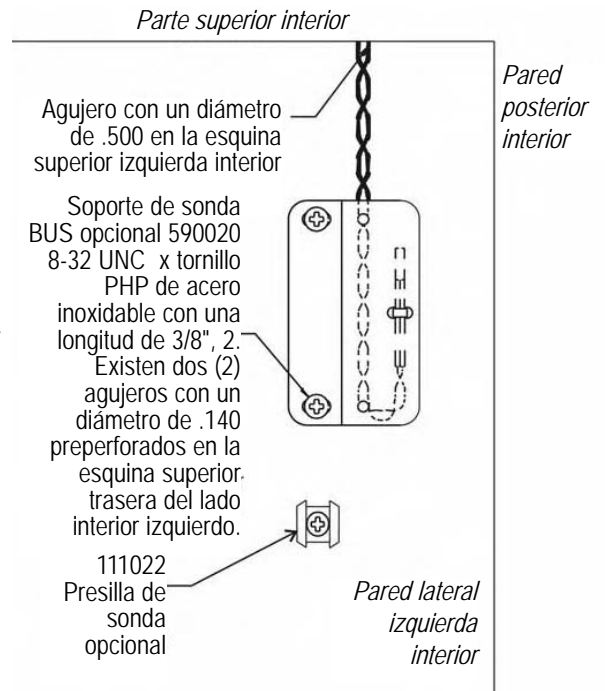

Figura 5-4. Presilla de sonda montada
3. Utilice un macho de rosca #8-32 en los dos agujeros preperforados que se encuentran en la pared interior izquierda del congelador. Monte el soporte. La Figura 5-4 muestra la sonda de Reserva montada en el interior de la pared lateral izquierda del congelador.